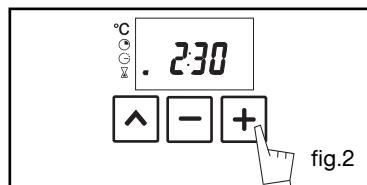

fig.2
- Druk op de toets " \wedge " om te bevestigen of enkele seconden wachten (fig.2).